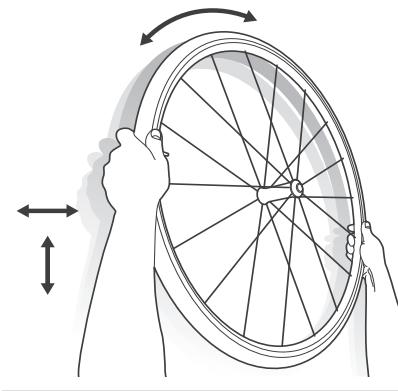

Figure 21. Faites tourner et secouer la roue
5. En tenant la roue fermement, secouez-la et faites-la tourner pour répartir le produit d'étanchéité régulièrement à l'intérieur du pneu (Figure 21).